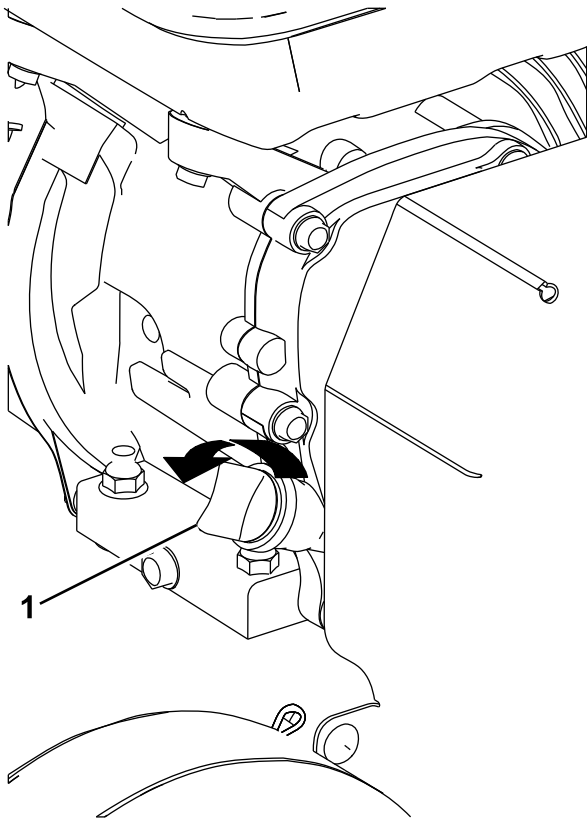

Bild 9
2. Reinigen Sie den Bereich um den Ölpeilstab, damit kein Schmutz in den Einfüllstutzen gelangen und den Motor beschädigen kann (Bild 9).
3. Nehmen Sie den Ölpeilstab heraus und wischen das Ende ab (Bild 9).
4. Stecken Sie den Ölpeilstab vollständig in den Einfüllstutzen (Bild 9).